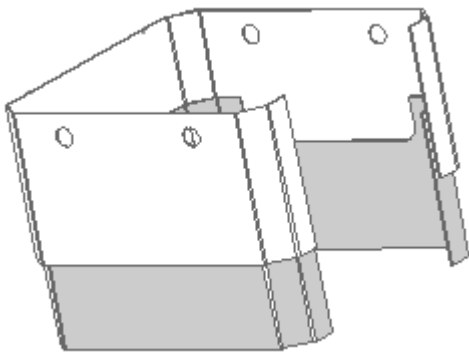

Figura 24: Cubiertas De Patas
2. Coloque la pieza más corta, con los cortes hacia arriba, dentro de la pieza más ancha, con la parte abierta de las dos piezas hacia atrás (*Figura 24*).
1. Quite las cubiertas de las patas deslizando la pieza exterior de la cubierta de la pata hacia abajo, desenganchando las muescas extruidas de la base de aluminio (vea la *Figura 24*).